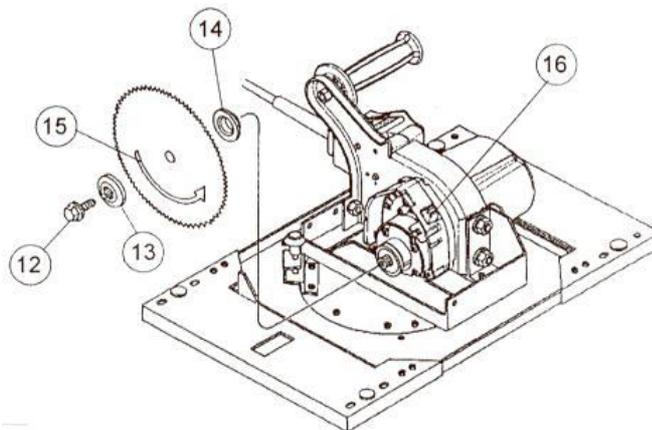

РИС. 17. Замена пильного диска
3. Закрепите пильный узел на удобной для Вас высоте. Удерживая замок шпинделя (16) (находится на нижней стороне мотора), необходимо снять прижимной болт (12) (см. РИС. 17) с мотора, поворачивая его против часовой стрелки (модели станков С4, С5, Н4, Н5, Н6) или по часовой стрелке (модели 6400 и 6800).
4. Извлеките внешнюю прижимную прокладку (13), пильный диск (15) и внутреннюю прижимную прокладку (14).
6. Установите внутреннюю прижимную прокладку (14) на шпиндель и новый пильный диск (стрелка на пильном диске – против часовой стрелки на моделях С4, С5, всех станках серии Н; по часовой стрелке – на моделях 6400 и 6800). Затем установите внешнюю прижимную прокладку (13) и затяните прижимной болт (12).